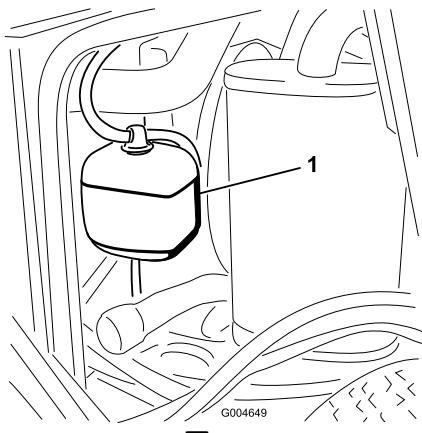

図 54
- 液量の点検は補助タンクで行う(図 54)。タンク側面についている2本のマークの間にあれば適正である。